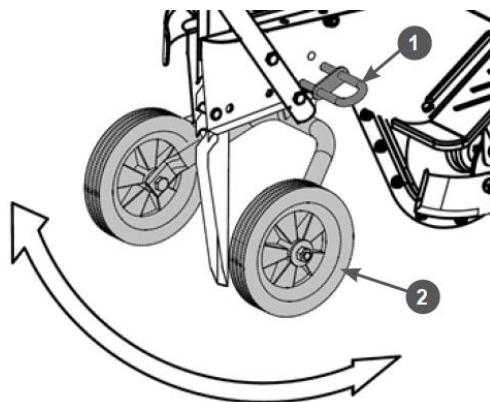

Рис. 16 Подъем транспортировочных колёс
2. С усилием потяните за стопор поз.1 вилки колес и вытяните его из рамы мотокультиватора. Поднимите транспортировочные колеса поз.2 в максимально верхнее положение, после чего отпустите стопор поз.1, колеса должны остаться в поднятом положении (Рис. 16). При необходимости, пошатывайте колёса вверх-вниз для того, чтобы стержень стопора вошел в отверстие в вилке колёс.